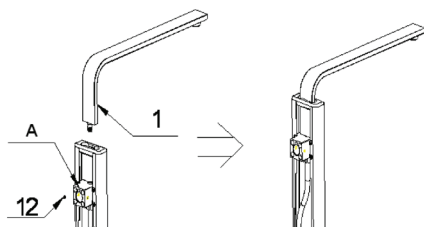

Рис.8
5. Установите изогнутую трубу (1) к выходу (А) на задней стороне корпуса душевой стойки (3) (рис.8), а затем прикрепите ее винтом (12) к корпусу душевой стойки (3). (рис.8).